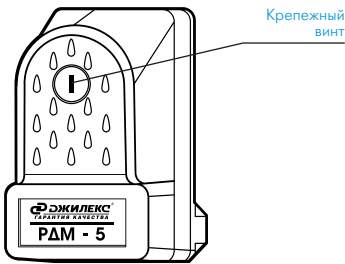

Рисунок 1
ВНИМАНИЕ! Перенастройка реле давления нежелательна. Для изменения заводских настроек отключите насос от электросети. Отвинтив крепёжный винт (рисунок 1), снимите крышку реле. Верхний и нижний пределы давления РДМ-5 регулируются гайкой (2), фиксирующей положение пружины. Чтобы увеличить значение верхнего и нижнего предела давления, закручивайте гайку по часовой стрелке. Чтобы уменьшить, откручивайте гайку против часовой стрелки.